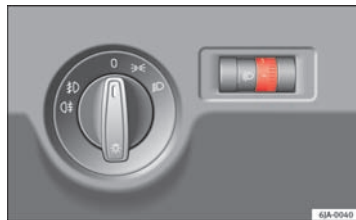

Fig. 57 Kombiinstrument: lyslængderegulering
- Drej kontakten ⇒ Fig. 57, indtil den ønskede lyslængde for forlygterne opnås.